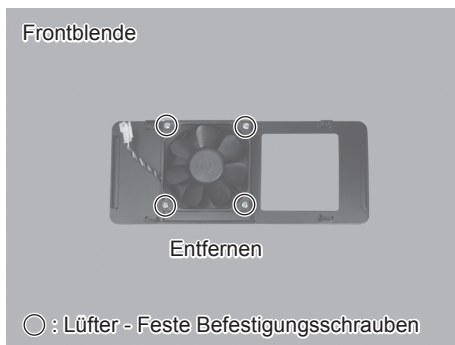

Abb. 41
- (6) Entfernen Sie die Befestigungsschrauben des LÜFTERS (4 Stück) vom Gehäuse (Frontblende) des CONTROLLERS (Abb. 41).